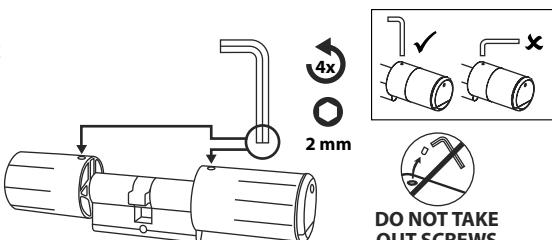

Fig. 2
- ②** Les boutons intérieur et extérieur sont dévissés et fixés avec un goujon fileté intégré dans le bouton tournant. Retirez les deux goujons filetés des deux boutons à l'aide de la clé à six pans fournie (Fig. 2).